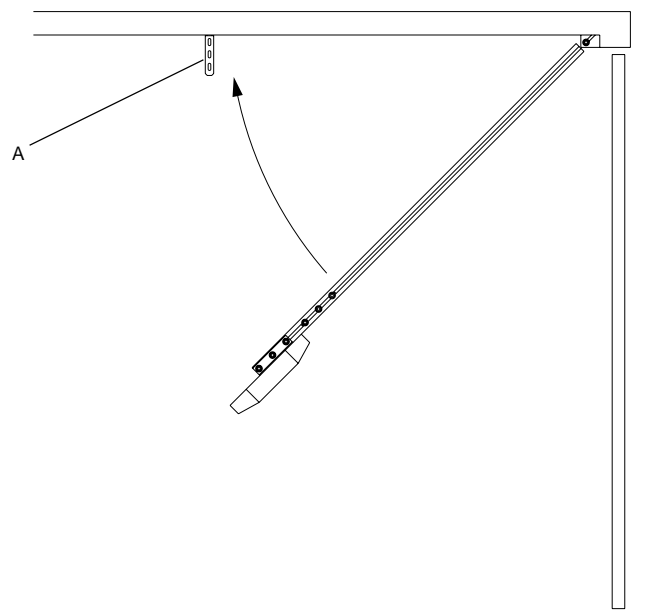

Fig.11
**4.2** Fissare le staffe di sospensione A al soffitto ed appendere infine l'apriporta secondo fig. 11.
**4.2** Fix the suspension flasks A to the ceiling and hang the door opener as per fig. 11.
**4.2** Die Aufhängbügel A an der Decke befestigen und den Türöffner gemäß Bild 11 anhängen.
**4.2** Fixer les pattes de suspension A au plafond et suspendre enfin l'ouvre porte selon la fig. 11.
**4.2** Fijar la pletina de suspensión A al techo y colgar finalmente el abrepuerta según la fig. 11.